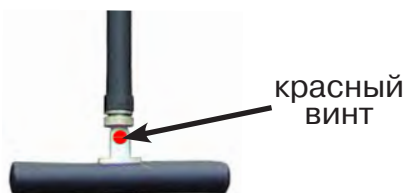

Рис. 8.4
По направлению «стрелки» можно отличить «свой» сигнал от «чужого», поскольку направление тока в «своей» коммуникации противоположно «перенаведенным» токам, протекающим по «чужим» коммуникациям. Направление сигнала - вперед (↑) является условным понятием и «назначается» оператором для данного положения датчика относительно данной трассы, которое фиксируется оператором по метке в виде красного винта (рис. 8.4), расположенной на одной из сторон датчика ЭМД-247.
4. «Назначение» производится нажатием кнопки **f** при расположении датчика точно над «выделенной» коммуникацией, считающейся «своей». После этого указатель направления сигнала приобретает вид - (↓). При переходе на «чужую» коммуникацию с другим «направлением сигнала» (или при изменении положения датчика на «обратное») раздастся звук и стрелка покажет «направление сигнала - назад» (↖) (рис. 8.4)
Методика: Производя трассировку с применением ЭМД на низкой активной частоте (512Гц / 1024Гц) (**см. раздел активный трассопоиск**), наблюдать за уровнем сигнала. Локальное повышение и резкое уменьшение уровня указывают на вероятность наличия дефекта изоляции. (**рис. 8.4**) При этом величина сигнала может меняться по различным причинам: положение датчика, глубина залегания кабеля, наличие мешающих конструкций, поэтому таким методом можно обнаружить лишь «низкоомные» дефекты сопротивлением менее 1кОм.